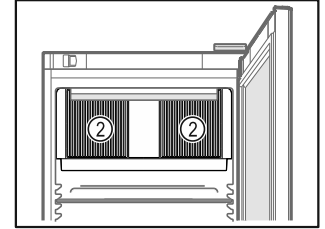

Fig. 60
- Pidä sisätilassa olevan kiertoilmavuuhdantimen tuuletusraot Fig. 60 (2) vapaina.